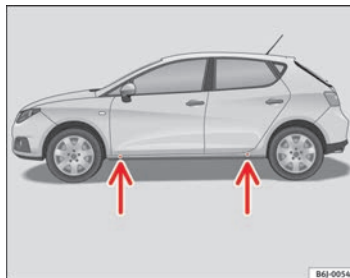

Abb. 127 Aufnahme-
- Suchen Sie den Aufnahmepunkt am Unterholm, der dem zu wechselnden Rad am nächsten liegt ⇒ Seite 216, Abb. 127.
Am Unterholm kennzeichnen jeweils vorn und hinten Eindrückungen die Stellen, an denen der Wagenheber angesetzt werden darf ⇒ Seite 216, Abb. 127. Es gibt für jedes Rad genau eine Stelle. An anderen Stellen darf der Wagenheber nicht angesetzt werden.